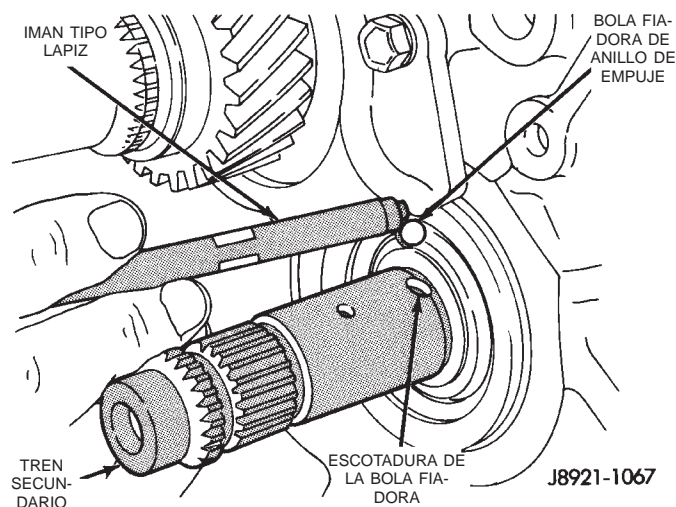

Fig. 56 Desmontaje de bola fiadora de anillo de empuje de engranaje de quinta velocidad
(8) Retire del árbol intermedio la bola fiadora del anillo de empuje del engranaje de quinta velocidad (Fig. 56).